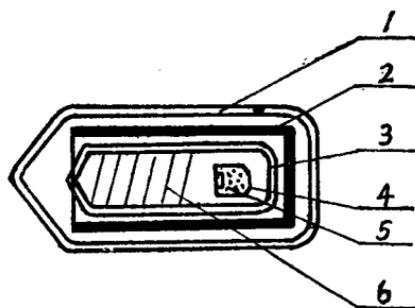

图 3 “三套管”封管示意图:
(1) 按硅镓粉配制工艺中, 找出的杂质量 (约几至几十毫克) 称量好放入小石英舟中。
(2) 把小石英舟放入大石英管后, 将硅片放入。
(3) 在 10^{-4} 毫米汞柱真空度下“三套管”封管, 如图 3 所示。